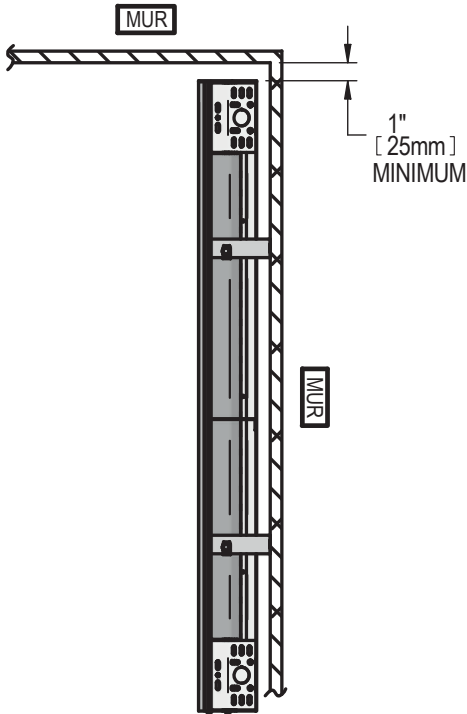

FIGURE 4 VUE DE DESSUS
6. Si deux appareils sont installés dans le coin d'un mur, soit côte à côte sur des murs adjacents, ils doivent se trouver à une distance de sécurité d'au moins 4 pouces (102 mm) du coin. Voir la FIGURE 4.